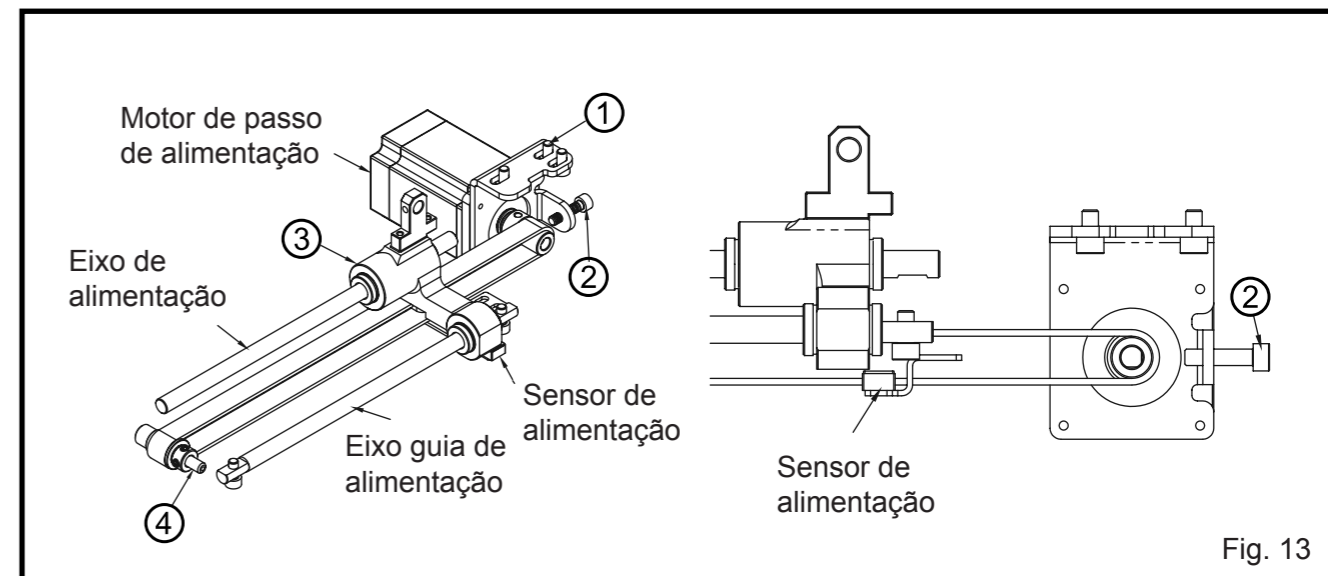

Fig. 13
2. Em primeiro lugar, aperte levemente os 3 parafusos fixadores ① da placa de instalação do motor de transporte, depois gire o parafuso ② para ajustar a tensão da correia de sincronização. (Fig. 13)